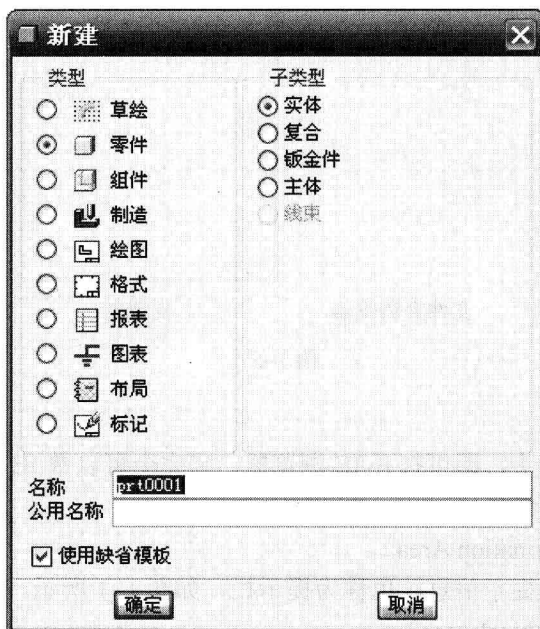

图 1-7
单击“新建(New)”按钮将弹出工作模式选择框,选定一种工作模式,并输入文件名(不支持中文输入),单击“确定”按钮进入指定的工作模式界面窗口,如图1-7所示。
选择菜单“文件→新建 (File→New)”命令，将弹出如图 1-7 所示的对话框，在该对话框中可选择不同的工作模式。
(1) 双击桌面图标（或在“开始”菜单中选择该程序快捷方式）进入 Pro/E 的工作界面，选择菜单“文件→新建”命令，弹出如图 1-7 所示的对话框，接受类型为默认的零件，子类型为实体，输入模型文件名称“1-1”，单击“确定”按钮。